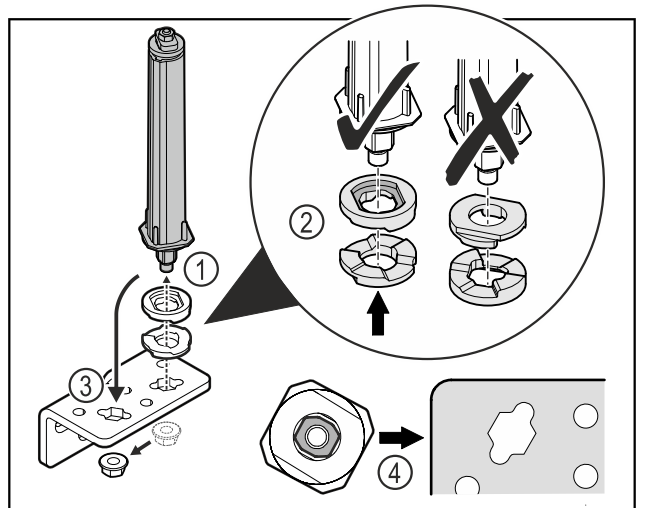

Fig. 52
- ▶ 松开螺母，并移除关门系统 Fig. 52 (1)。
- ▶ 确保高度调整垫片正确对齐 Fig. 52 (2)。
- ▶ 调换合页角铁中的关门系统并用螺母固定 Fig. 52 (3)。
- ▶ 装入时，确保关门系统正确对齐 Fig. 52 (4)。